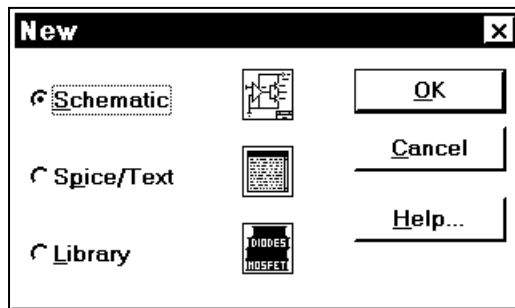

Рис. 9.1. Створення нової схеми
1. Створити нову схему командою File – New (Ctrl+N) (рис. 9.1) і зберегти її на жорсткому диску під певним ім'ям командою File – Save As.